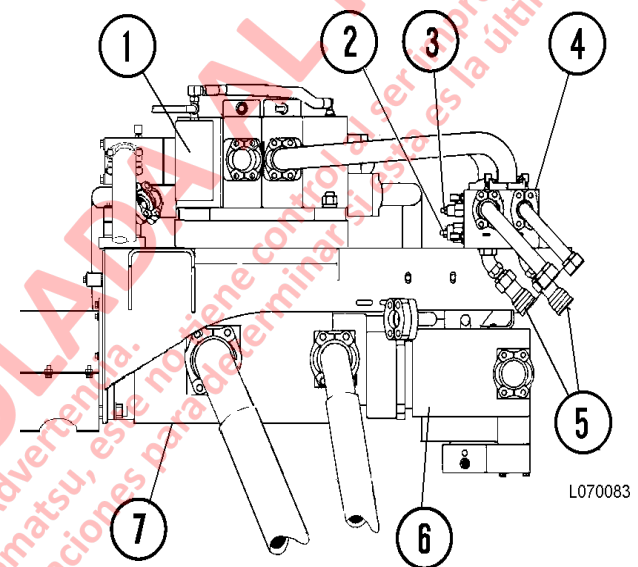

FIGURA 7-4. MÓDULO DE LA BOMBA
El múltiple sobre el centro (4, Figura 7-4), ubicado en el módulo de la bomba en la parte trasera de la válvula de elevación (1) contiene la válvula de contrapeso (2). Esta válvula controla la presión del cojín de aceite en el área anular del cilindro de elevación cuando la tolva se aproxima al ángulo máximo de descarga. La válvula limita la acumulación de presión máxima liberando la presión por sobre 20 400 kPa (3.000 psi), evitando un posible daño del sello.